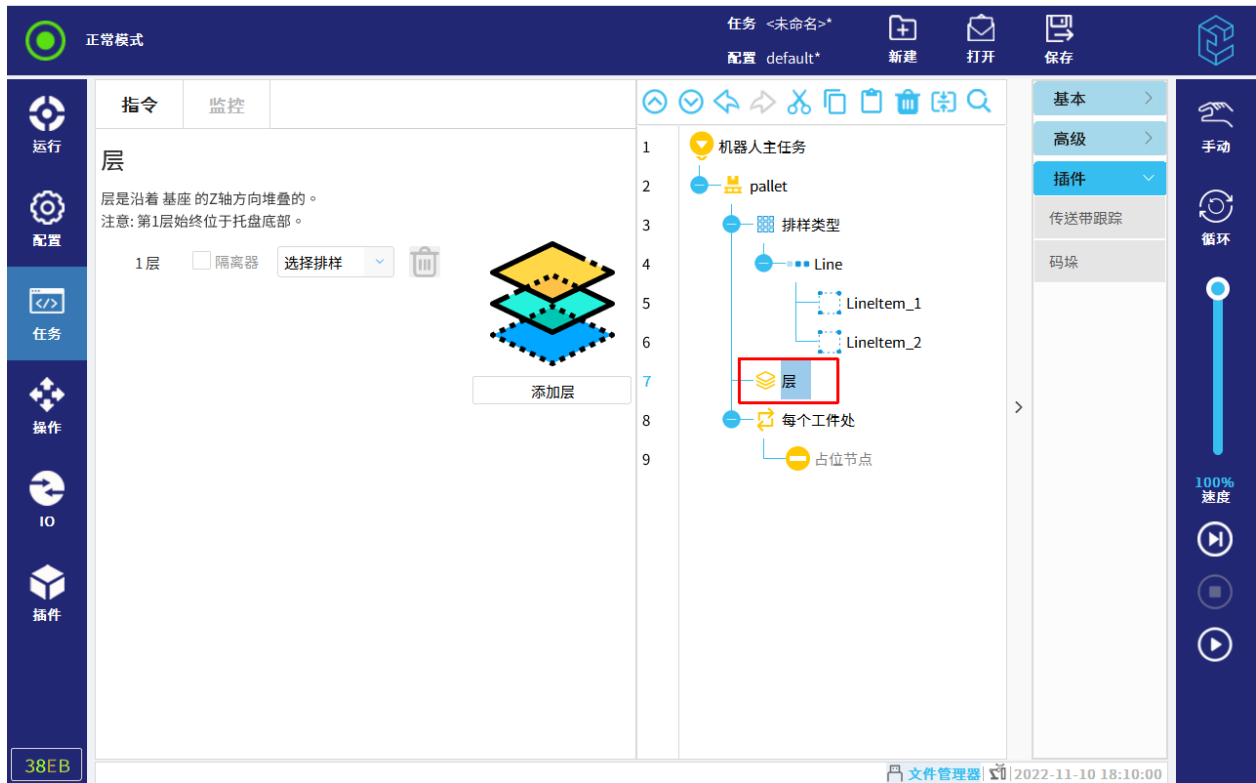

图 12-32 设置层
4. 点击任务树中的“层”节点，点击“添加层”，设置码的层数及每一层的排样类型，以及是否包含隔离层，如图 12-32 所示。